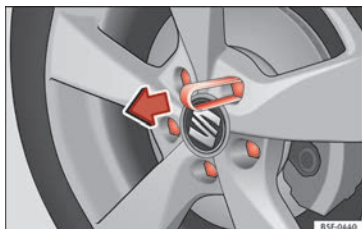

Fig. 66 Pinza para extraer los capuchones de los tornillos de la rueda.
• Encaje la pinza de plástico (herramienta de a bordo) sobre el capuchón hasta que encastre » fig. 66.